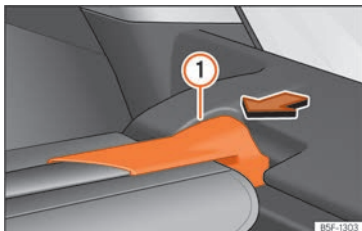

Abb. 126 Im Gepäckraum: Abdeckung ausbauen.
- Drücken Sie die Aufhängung der Abdeckung »» **Abb. 126** ① in Pfeilrichtung.
- Lassen Sie die Aufhängung der Abdeckung »» **Abb. 126** ① auf der anderen Seite in der Aufnahme einrasten.